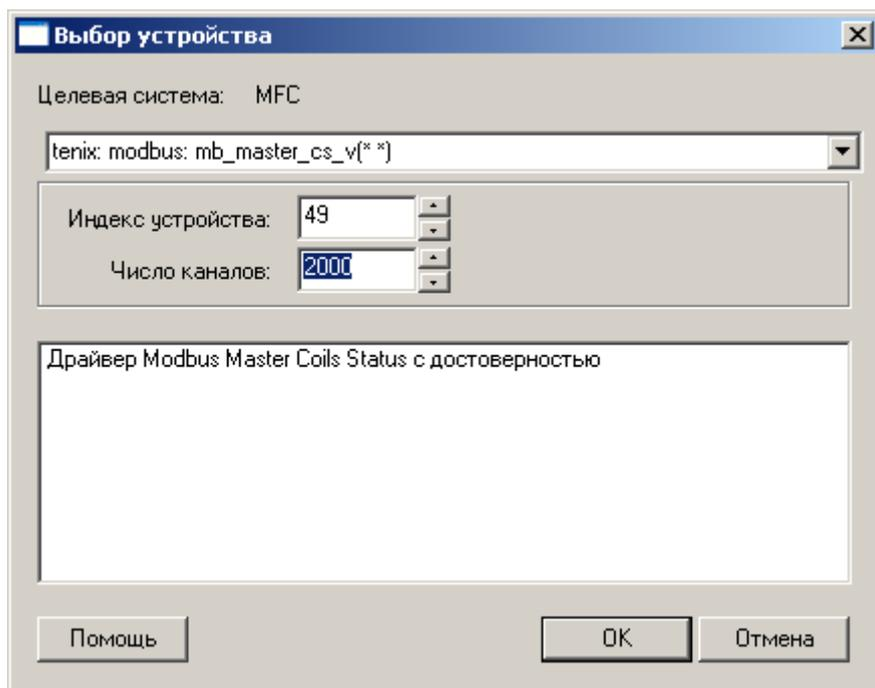

Рисунок 6.1 – Определение количества каналов драйвера Modbus
- имя драйвера (см. рисунок 6.1);
- требуемое количество каналов (см. рисунок 6.1);